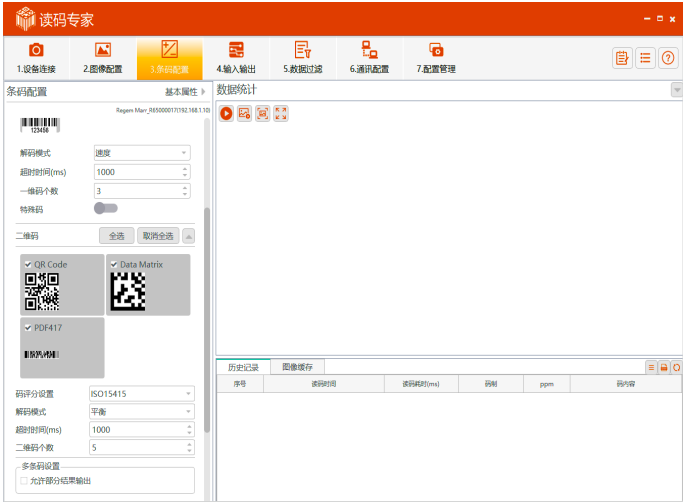

图 4-5-1
1、在顶部菜单栏的条码配置中更改检测的码制个数，如图 4-5-1 所示。